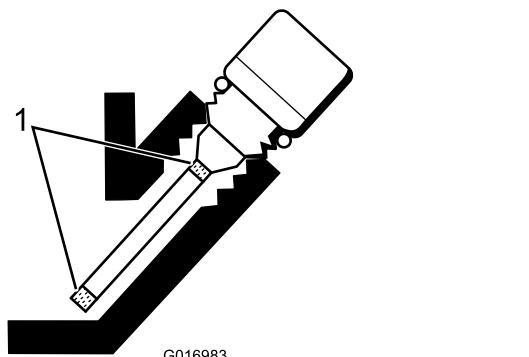

图30
5. 如果油位较低请添加足够的机油使油位升到量油尺上的开口标记之间图30。